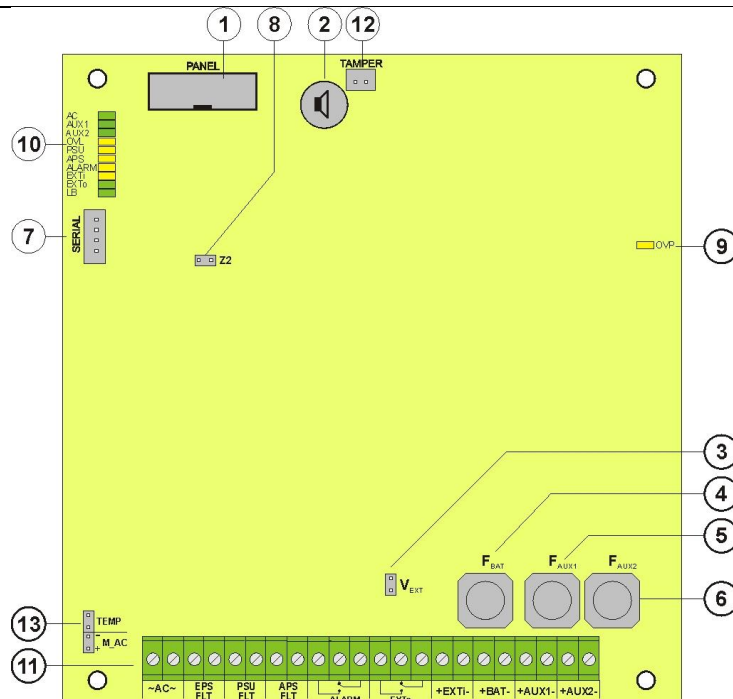

Abb. 2. Blick auf die PCB-Platte des Netzgeräts.
Tabelle 1. Elemente der PCB-Platte des Netzgeräts (Abb. 2).
| ② | Platte des Netzgeräts (Tab. 1, Abb. 2) |